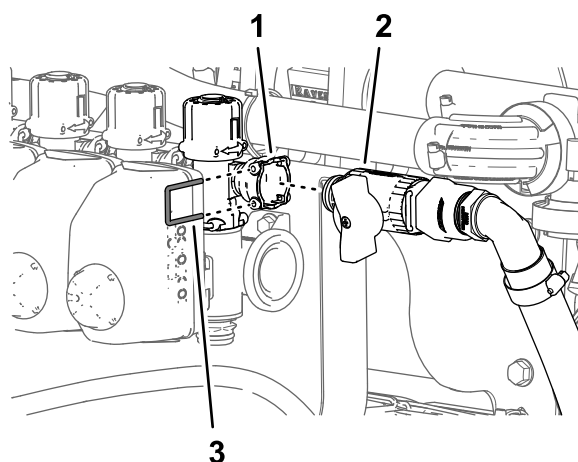

Figura 112
disinnesto rapido (presa) della valvola di bypass (Figura 112).
2. Fissate i raccordi a disinnesto rapido per la valvola di bypass-intercettazione e la valvola di bypass con il fermo (Figura 112) che avete rimosso al passaggio 3 di [Posizionamento delle valvole di bypass - Macchine con kit asta manuale opzionale o kit avvolgitubo elettrico opzionale \(pagina 47\)](#).